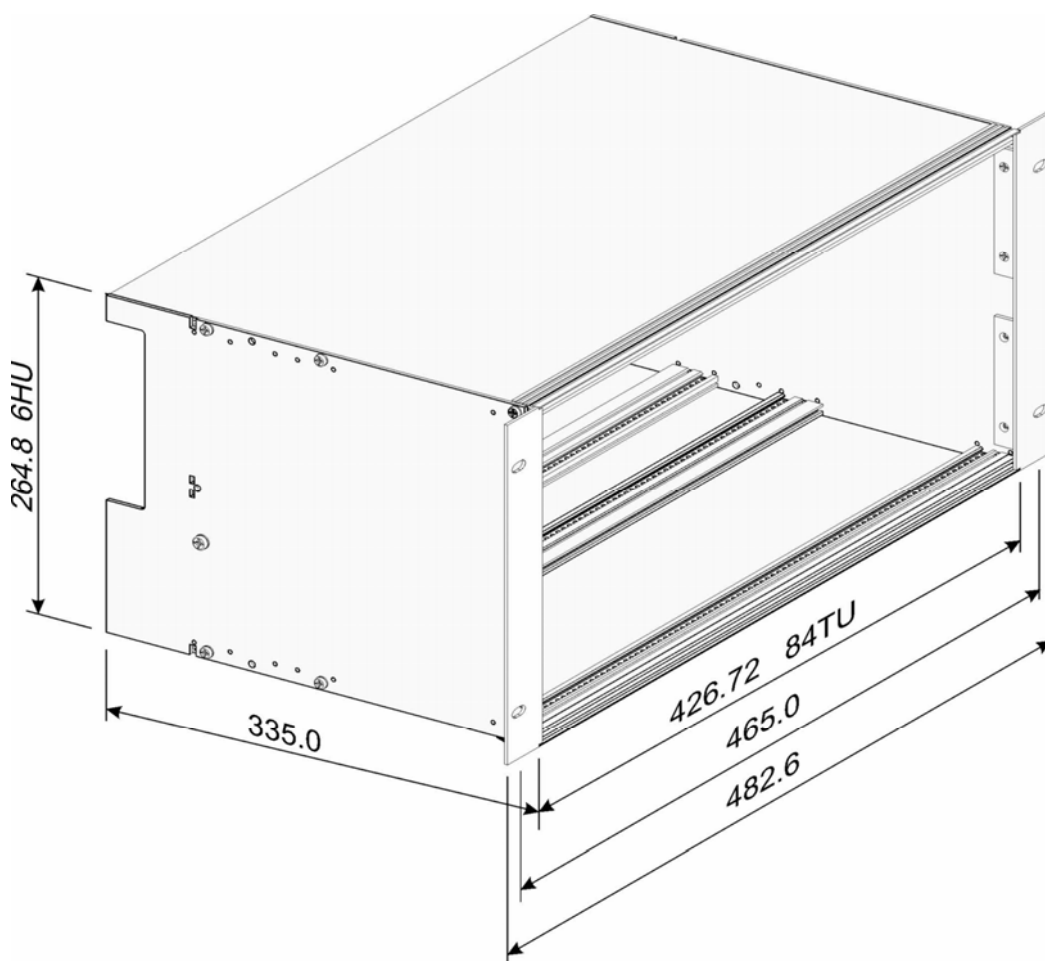
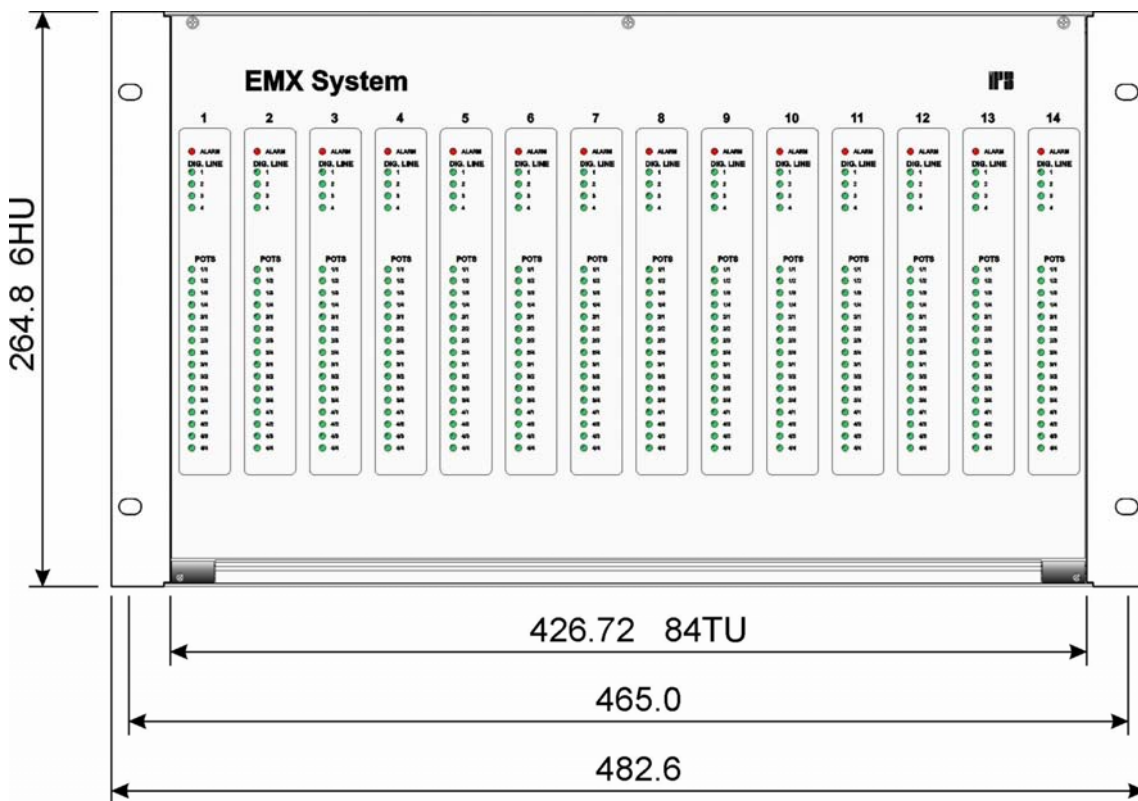

Рис. 11: размеры рамы с доступом сзади UAR-x14
Рис. 12: вид спереди рамы с универсальной интегральной передней панелью UAR-014
- рама показана на Рис. 11 и Рис. 12 .